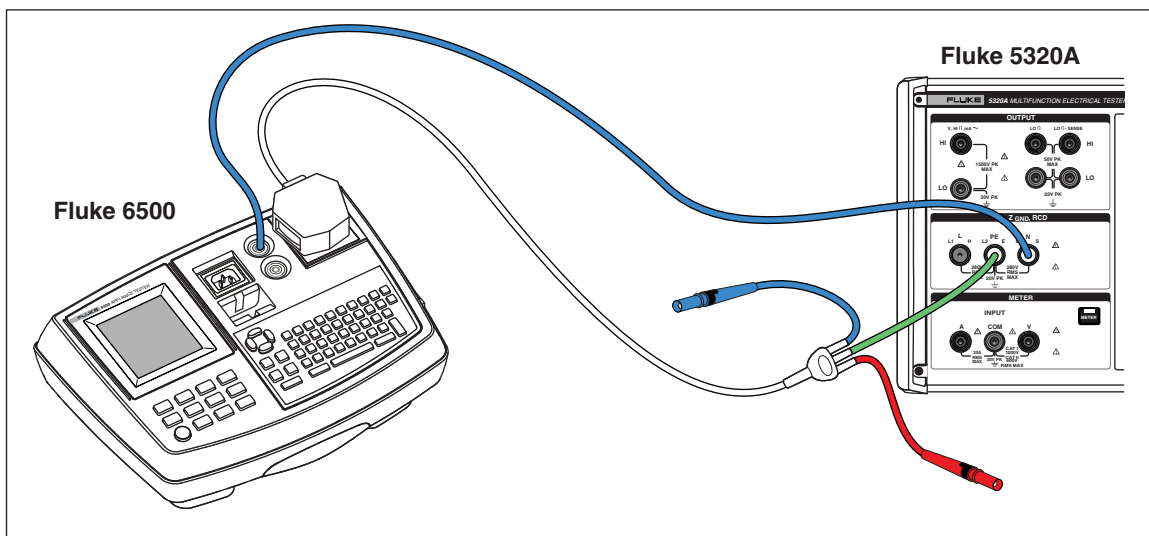

图7-9.使用电缆适配器在 Fluke 6500 上进行接地连接电阻校准
2. 使用图7-9到7-11，将UUT 连接到校准器的 Z_{GND}PE 和 N 端子。